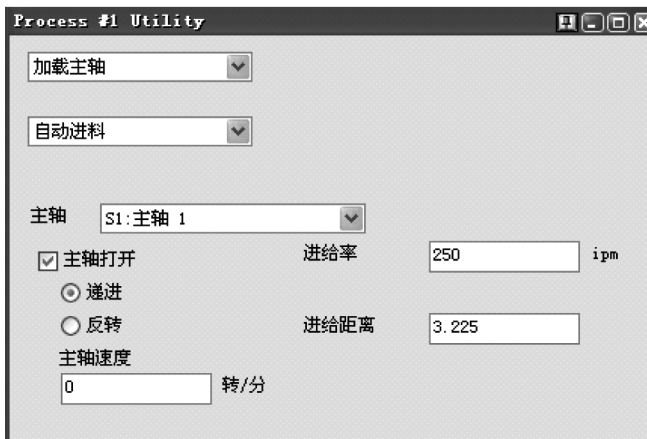

图 6-76 加载主轴
5) 创建功能操作: 加载主轴, 因为主轴 1 的工件已经切断并被副主轴带走, 此处需要对主轴 1 进行送料控制, 如图 6-76 所示。